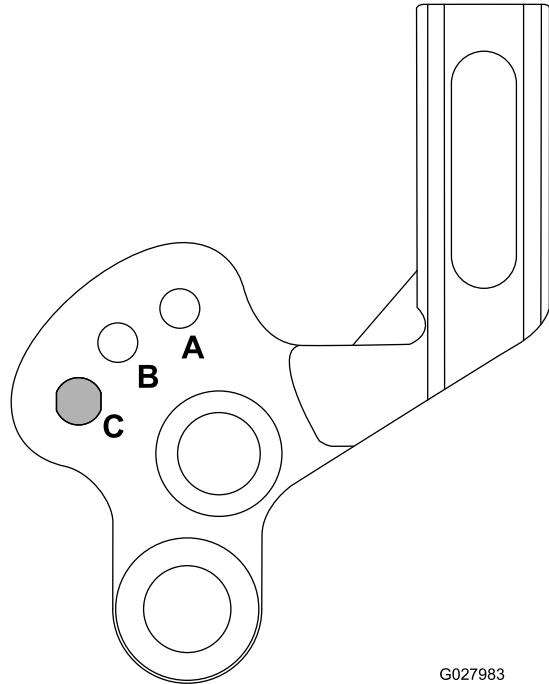

図 20
- B. アームを上げて、または下げて、A または B の位置にセットする図 20。
グルーマを作動させずに刈り込みを行う場合や、現場から現場へ移動する場合には、グルーマのリールを図20に示すように上位置にセットしてください。